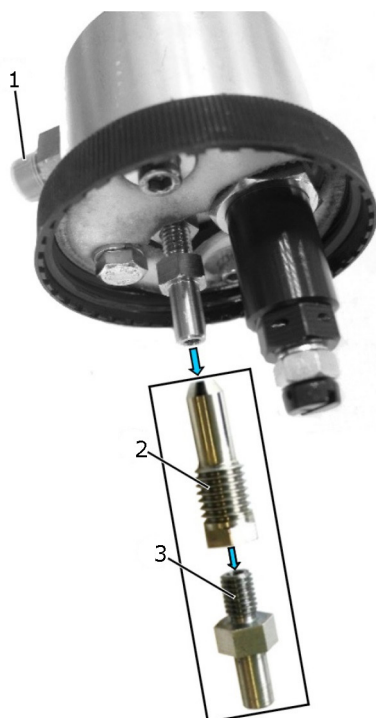

Abb. 17: Módulo do medidor de pressão aberto
! Resinagem causada por resíduos de combustível podem colar os pequenos furos da luva de redução de vazão (fig. 17, pos. 2) e, assim, causar resultados incorretos de medição.
2. Remover bocais de drenagem (fig. 17, pos. 3).
3. Remover luva de redução de vazão ((fig. 17, pos. 2).
5. Limpar o furo de redução de vazão acima dos bocais (fig. 17, pos. 1) com ar comprimido.
6. Parafusar luva de redução de vazão (fig. 17, pos. 2) com um torque de aperto de 20 Nm.
7. Parafusar bocais de drenagem (fig. 17, pos. 3) na luva de redução de vazão.